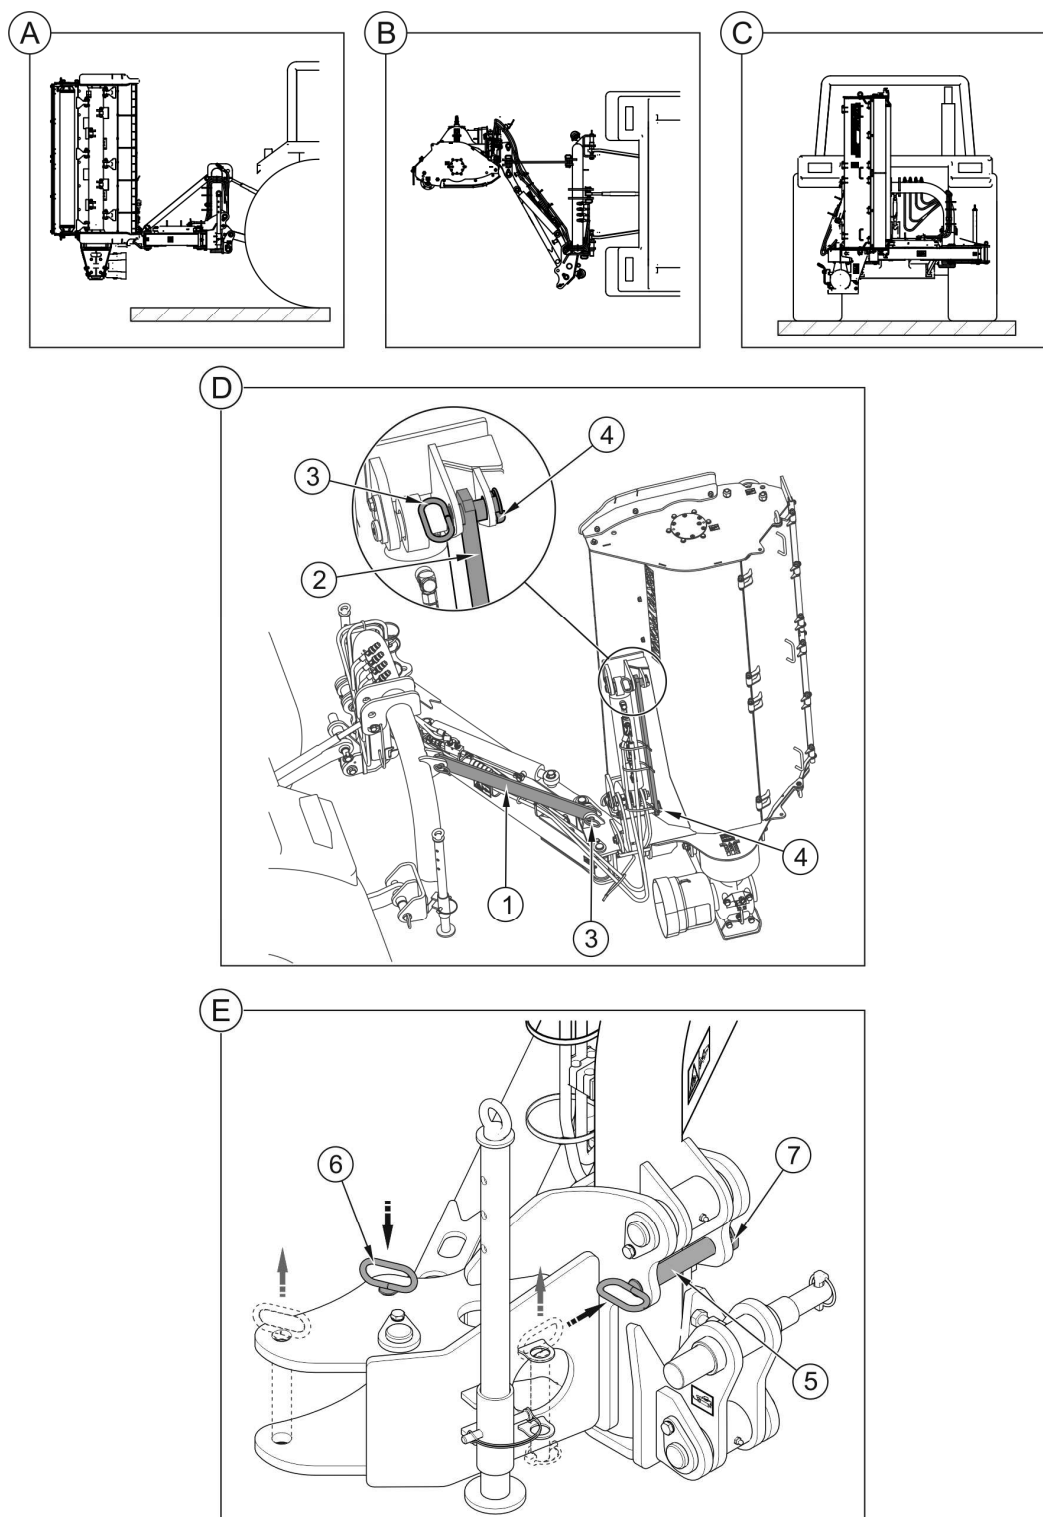

РИСУНОК 4.4 Транспортное положение
При транспортировке косилки к месту работы и назад необходимо поднять ее на трехточечной системе навески трактора таким образом, чтобы нижние шкворни навесной системы находились над почвой на высоте не менее 500 мм. При помощи гидроцилиндра горизонтального сдвига установить минимальный боковой сдвиг косилки (шток поршня цилиндра максимально задвинут). При помощи гидроцилиндра наклона поднять косилку в вертикальное положение и заблокировать цилиндры при помощи блокад (1, 2), шкворней (3) и чек (4). изменить положение транспортного шкворня (5) и блокировочного шкворня (6) и зафиксировать чеками (7) (РИСУНОК 4.4).